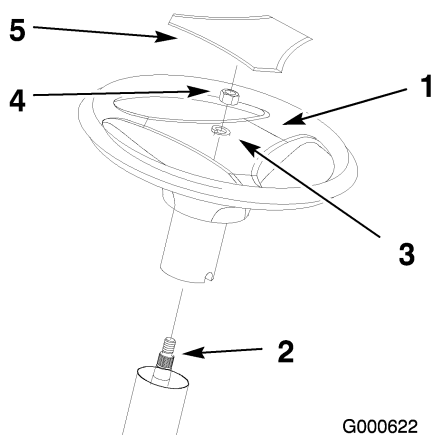

Figura 3
3. Allineate il raggio centrale verso il sedile e collocate il volante sulla scanalatura dell'albero (Figura 3).
4. Fissate il volante con una rondella di sicurezza (1/2 poll.) e un dado (1/2 poll.) (Figura 3).
6. Inserite il carter con logo, che si fissa con uno scatto (Figura 3).